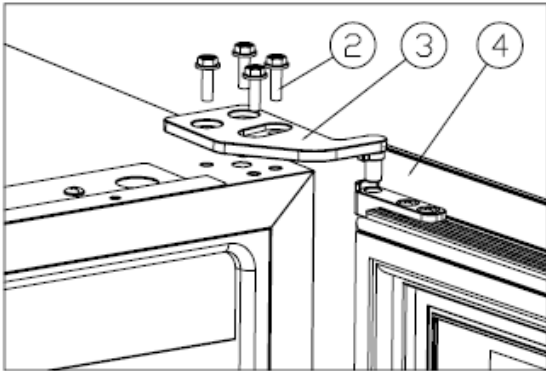

Figure 1
- ✧ Dévissez les vis M5\*16 ②, démontez la charnière supérieure droite ③, et retirez la porte. [Figure 1].